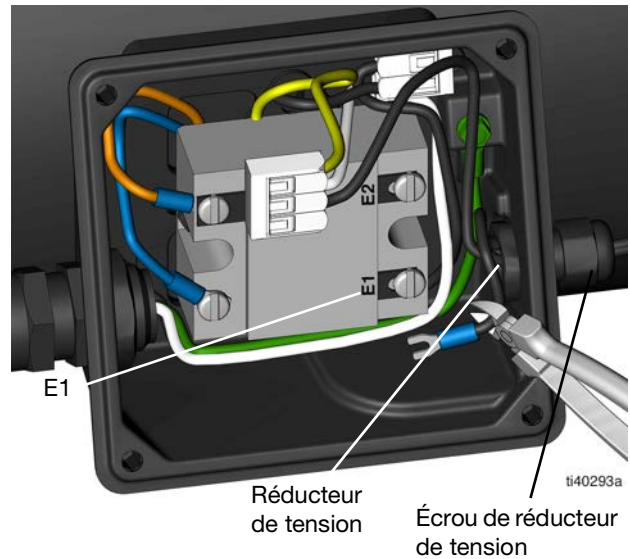

FIG. 23
8. Utilisez un tournevis pour dégager le fil du pressostat de E1. Débranchez l'autre fil du pressostat du connecteur contenant les câbles jaune et blanc (FIG. 23).
9. Coupez le fil du pressostat (FIG. 23) avec le connecteur de la fourche.
10. Desserrez l'écrou du réducteur de tension (FIG. 23).
11. Tirez le fil du pressostat hors de la boîte à bornes en le faisant passer par le réducteur de tension (FIG. 23).